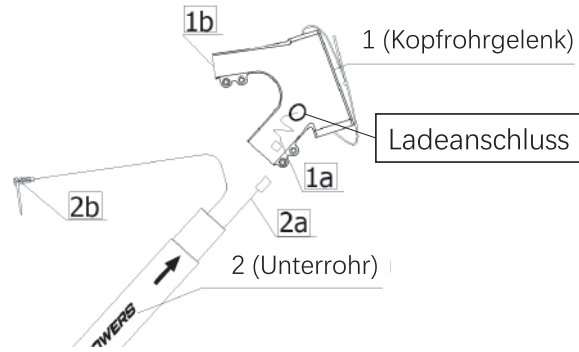

Abb. 2
- a. Achten Sie darauf, dass der Ladeanschluss von Teil 1 zu Ihnen zeigt, wie in Abb. 2 gezeigt.